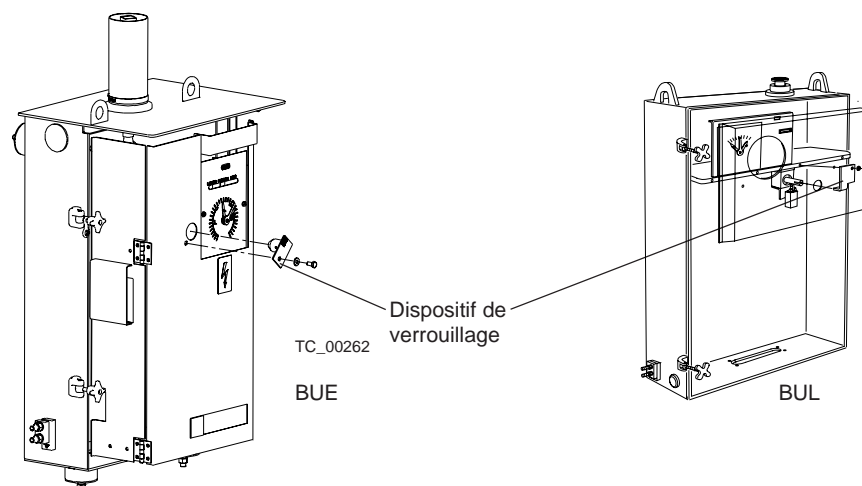

Fig. 49. Dispositif de verrouillage du mécanisme d'entraînement motorisé
2. Retirer le dispositif de verrouillage du mécanisme d'entraînement motorisé (voir fig. 49).